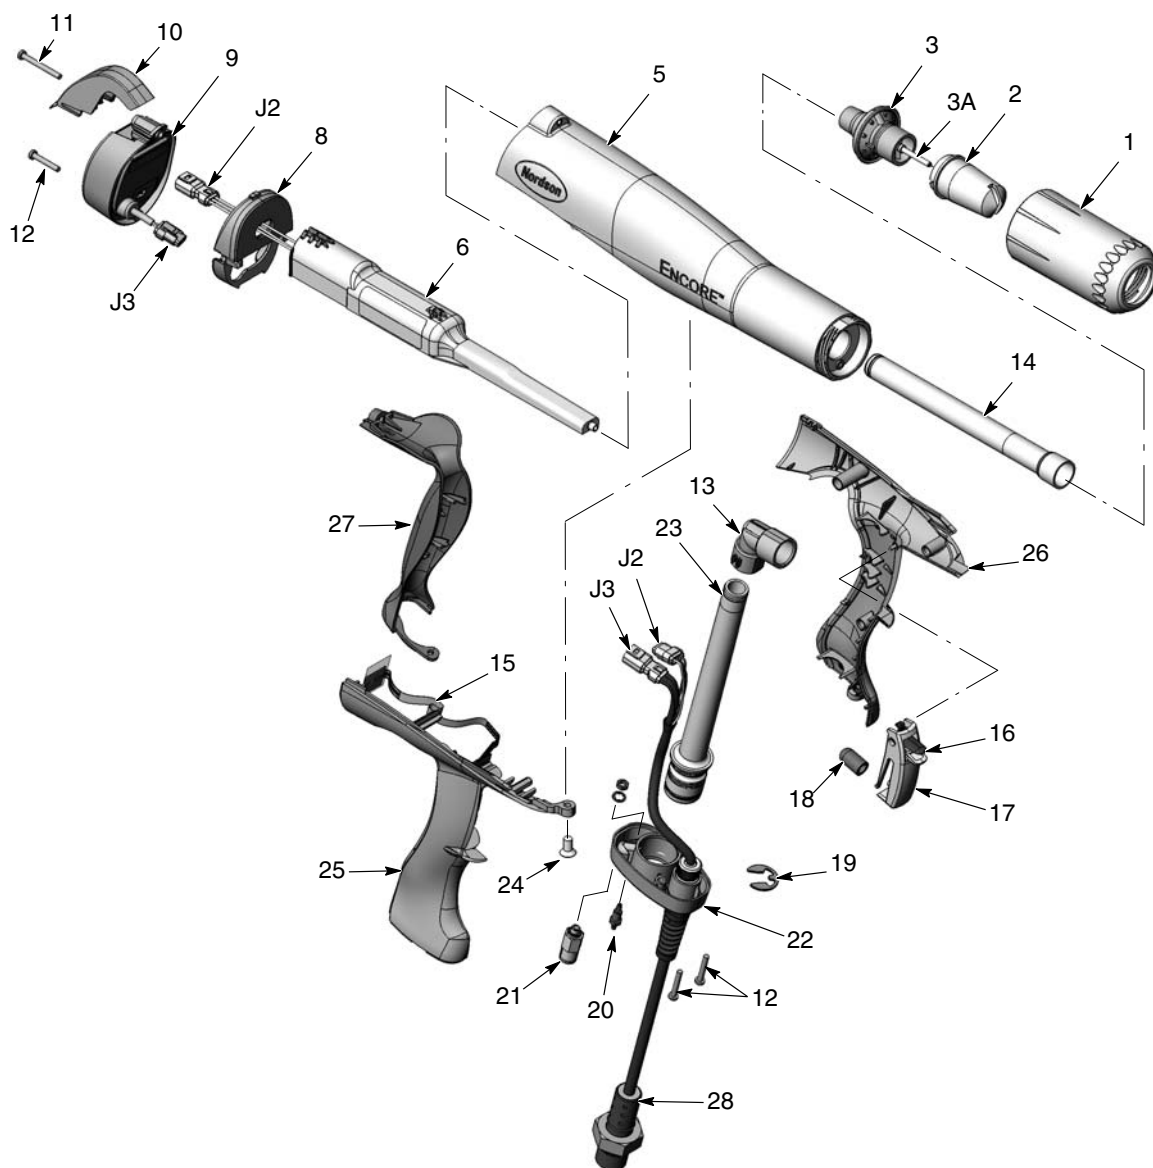

Fig. 5-3 Esploso della pistola a spruzzo (numerazione come nella lista dei pezzi)
Vedi figure 5-3, 5-4 e le figure che accompagnano le fasi di smontaggio.
2. Montare il doppio raccordo con bava (20) nella base ed infilare il morsetto del cavo di terra sopra il raccordo. Montare la rondella di sicurezza con interno dentato e il dado sul raccordo e serrare il dado.
3. Se la valvola antiritorno (21, fig. 5-3) era stata tolta, avvitarela nella base. Non stringere eccessivamente la valvola.
4. Installare il tubo d'ingresso con o-ring già montati (23) nella base dell'impugnatura (22).